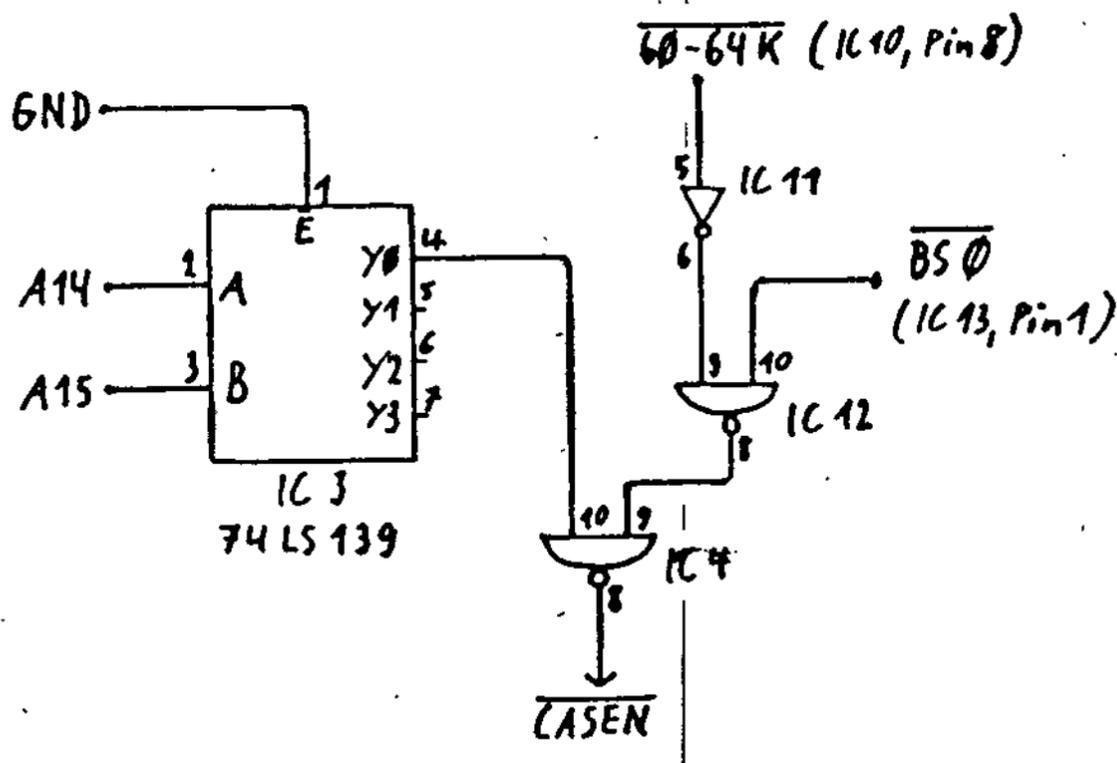

Abb. 8 Erzeugung des CAS-Treiber-Freigabe-signals CASEN für den 64K-Block auf dem CPU-Board
Die NAND Verknüpfung der Signale $\overline{BS0}$ (IC 13, Pin 1) und $\overline{MAIN} = 0 - 60$ (56) K (IC 11, Pin 8) über IC 12, Ausgang Pin 8 wird mit dem in der Banking Schaltung in der zweiten Hälfte des IC 3 (74 LS 139) aus A 14 und A 15 gewonnenen Signale $0 - 16K$ im IC 4 NAND-verknüpft und ergibt das Freigabesignal \overline{CASEN} für den CAS-Treiber Z 37 (74 LS 367) Pin 15 auf dem CPU-Board (Abb. 8).